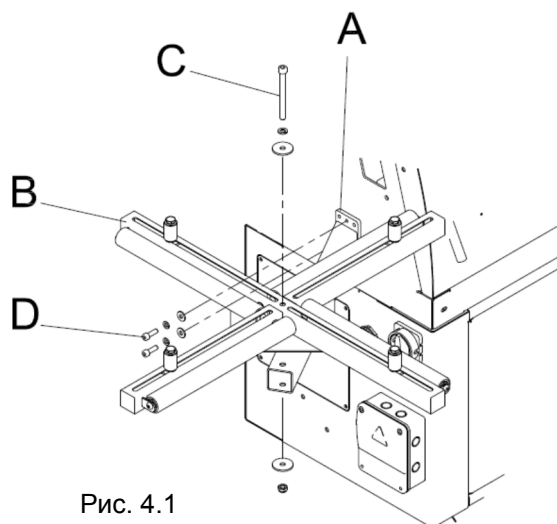

Рис. 4.1
1. При транспортировке опорная платформа для катушки может быть отсоединена от станка и поставляться отдельно (Рис. 4.1).